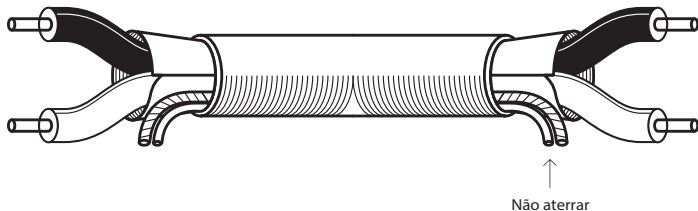

Figura 3.3.1.1 - Instrução sobre o isolamento da malha
- Para a fiação, recomenda-se a utilização de cabo blindado com seção entre $0,75 \text{ mm}^2$ e $1,5 \text{ mm}^2$ com malha de cobre onde deve-se aterrar somente uma das pontas da blindagem. A Figura 3.3.1 apresenta instruções sobre o isolamento da malha.